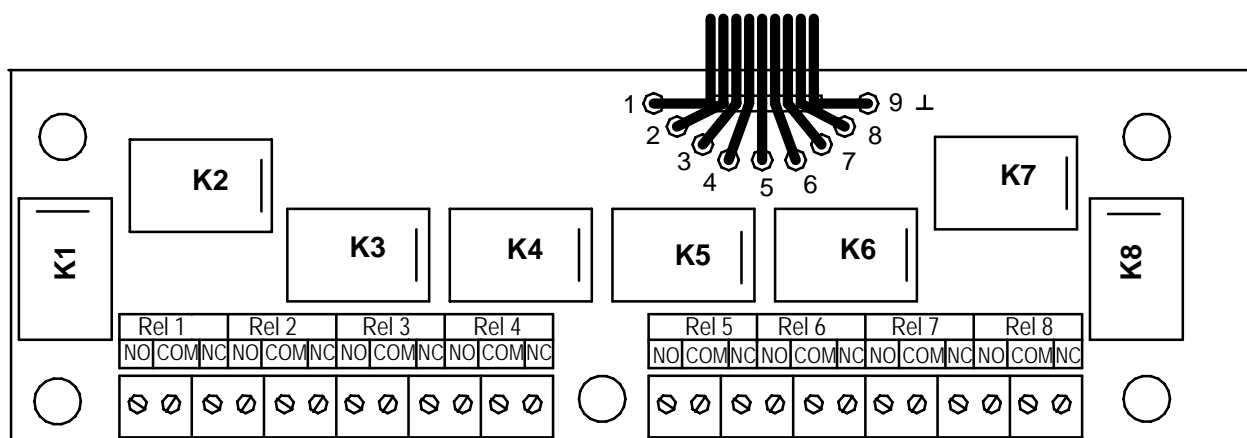

Рис. 2
4.1 Внешний вид БР приведен на рис. 2.